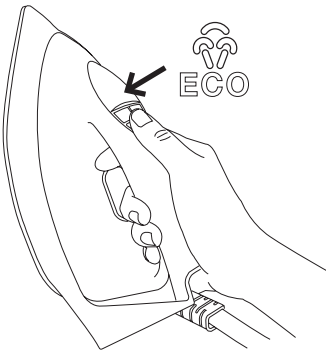

Fig 4
- Pulse el gatillo de vapor 2 veces y a los dos segundos saldrá el golpe de vapor durante 4 segundos acompañado de la luz intermitente. Fig. 4